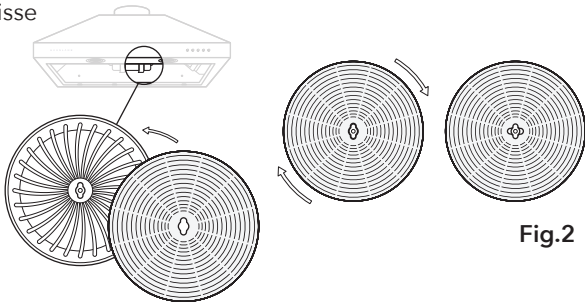

Fig.2
A. Si vous êtes la seule personne à installer la hotte: Fixez les deux vis de montage du corps de la hotte (AA) avec des chevilles pour cloisons sèches (BB) dans le mur le long de la ligne qui se situe à 11-4/5 po au-dessus de la ligne horizontale. 11-4/5 po au-dessus de la ligne horizontale. Veillez à ce que les vis et les ancrages (AA et BB) soient parallèles à la ligne horizontale. Voir Fig. 2
Le filtre à charbon de bois ne fait pas partie de l'appareil. Il n'est pas lavable et doit être remplacé environ tous les 3 mois, ou plus souvent en cas d'utilisation intensive. (Fig.2)